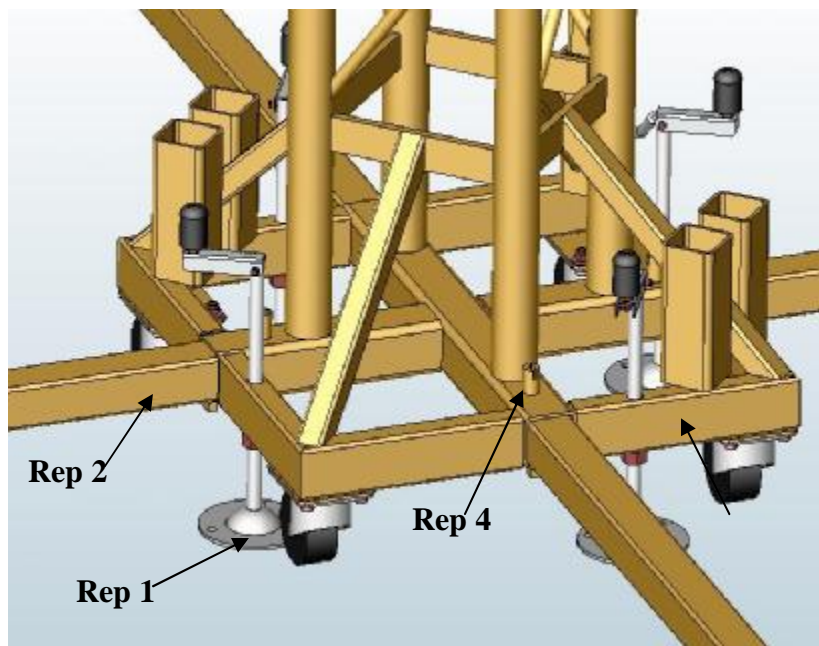

fig.2
b) Verrouiller les pieds au châssis à l'aide d'index (rep 4) (fig.2).